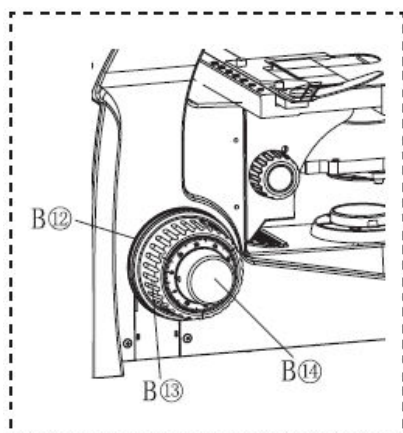

Fig. 8
© Rotirea butonului de ajustare a focarului grosier sau fin (B, B din Fig.8) spre partea frontală coboară scena și înapoi ridică scena.
b) Reglarea tensiunii butonului de ajustare grosieră (Fig.8)
★ Utilizați întotdeauna inelul de reglare a tensiunii de rotație (B în Fig.8) pentru a controla tensiunea de rotație a butonului de ajustare grosieră. Tensiunea butonului de ajustare grosieră a fost pre-reglată la o tensiune optimă, dar acest lucru poate fi schimbat după cum este necesar. Rotiți inelul de reglare a tensiunii de rotație spre spate pentru a crește sau spre față pentru a reduce tensiunea butonului. Dacă scena scade cu greutatea proprie sau focalizarea obținută cu butonul de reglare fină se pierde în curând, tensiunea este prea mică. În acest caz, rotiți inelul de reglare a tensiunii de rotație spre spate pentru a mări tensiunea.